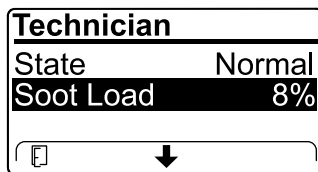

Figura 63
- Vea la carga de hollín que se mide como porcentaje de hollín en el DPF (Figura 63); consulte la tabla de carga de hollín.